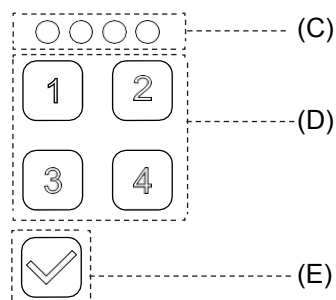

Bild 7
- För att låsa upp, ange ditt lösenord på det numeriska tangentbordet (D). Indikatorlampan (C) tänds varje gång numret anges. Tryck på (E) på tangentbordet när du har skrivit in lösenordet. (Bild 7)